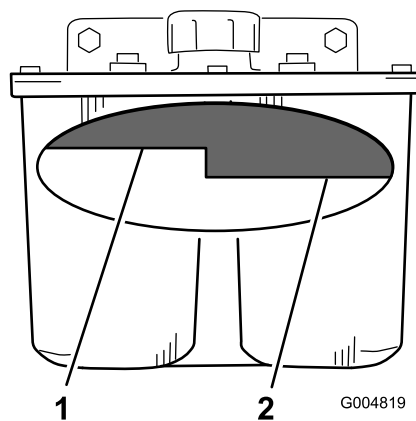

Figure 75
2. Nettoyez la surface autour du goulot de remplissage du réservoir hydraulique (Figure 75).
3. Enlevez le bouchon du goulot de remplissage. Vérifiez si le réservoir contient du liquide (Figure 75).
Remarque: Lorsque l'huile est chaude, le niveau de liquide doit atteindre le haut du repère « à chaud » sur le déflecteur (Figure 75).